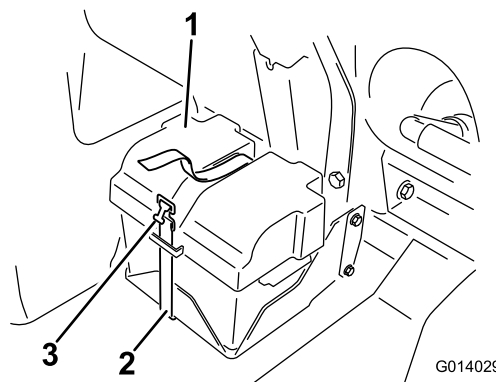

Bild 94
- Nehmen Sie die Batterieabdeckung ab und klemmen das Minuskabel (schwarz) vom Batteriepol ab (Bild 94).
4. Montieren Sie die Batterieabdeckung und befestigen sie mit dem vorher entfernten Riemen (Bild 94).